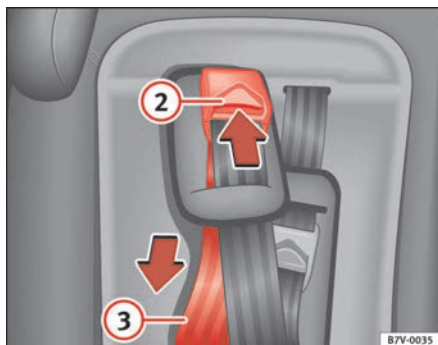

Abb. 39 Integrierter Kindersitz: Einstellung des Hosenträgergurtes
- Drücken und halten Sie die Entriegelungstaste ⇒ Abb. 39 (2) in Pfeilrichtung.
- Ziehen Sie bei gedrückter Entriegelungstaste den unteren Teil des Hosenträgergurtes (3) in Pfeilrichtung nach unten. ■